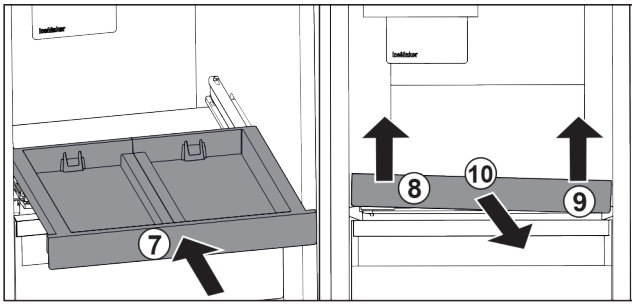

Fig. 102
- ▶ Inserire il ripiano estraibile. Fig. 102 (7)
- ▶ Sollevare il ripiano estraibile dalla parte anteriore a sinistra. Fig. 102 (8)
- ▶ Sollevare il ripiano estraibile dalla parte anteriore a destra. Fig. 102 (9)
- ▶ Rimuovere il ripiano estraibile tirandolo in avanti. Fig. 102 (10)